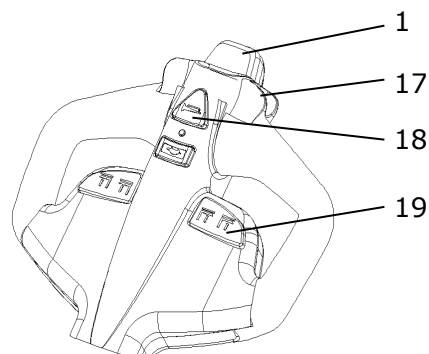

Рис.6: Рукоятка управления
Вставьте ключ (рис. 1, поз. 6) в замок и поверните. Нажмите кнопку звукового сигнала (рис. 6, поз. 18) для проверки работы звукового предупреждающего сигнала.
Подведите тележку с опущенными вилами под поддон полностью. Нажмите и удерживайте кнопку подъема (рис. 6, поз. 19) пока не достигните желаемой высоты подъема.
Нажмите кнопку (рис. 6, поз. 19) для снижения вил, убедитесь, что вилы свободны от груза, извлеките тележку из-под паллеты.
Контролируйте скорость движения маховиками акселератора (рис. 6, поз. 17).
- Перевод маховиков акселератора (рис. 6, поз. 17) в начальное положение. Оборудование тормозит до полной остановки.
- При переключении маховиков акселератора (рис. 6, поз. 17) из положения «движение в одном направлении» в положение «движение в противоположном направлении», оборудование постепенно тормозит, пока не начнет движение в противоположном направлении.